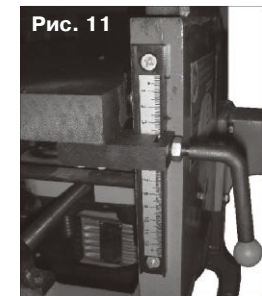

Рис. 11
После этого закрепите кронштейн(3) фиксирующий вал ручной регулировки толщины строгания-двумя болтами, к раме станка. Для удобства вращения вала ручной регулировки высоты строгания, закрепите ручку (4). Затем установите ограничитель размера глубины строгания рейсмуса (Рис. 11).